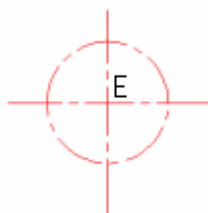

图 2-11
- ⑮ 选择【圆】工具 绘制中心线,效果如图 2-11 所示。